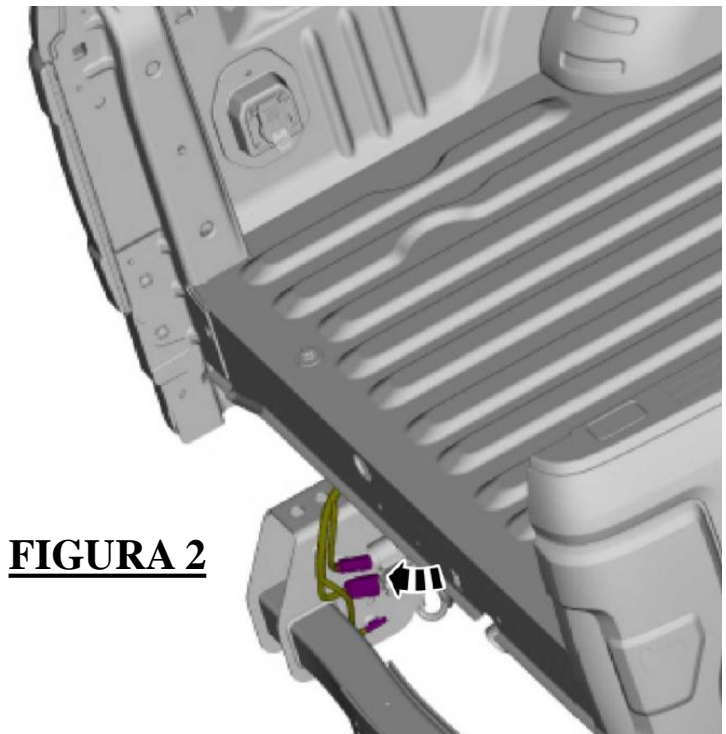

FIGURA 2
5. Desconectar los mazos de cables LH y RH ubicados en el enganche detrás del parachoques (LH se muestra en la Figura 2).